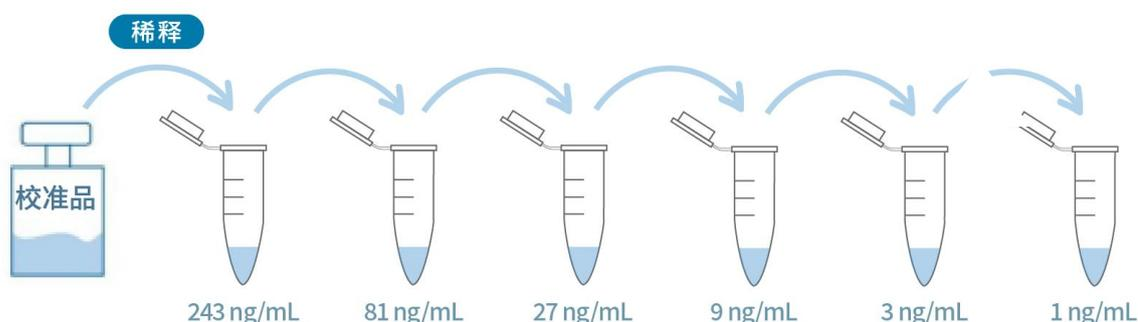

图 3 校准品稀释操作示例
4. 校准曲线配制: 参照图 3 和表 3 对校准品进行梯度稀释。